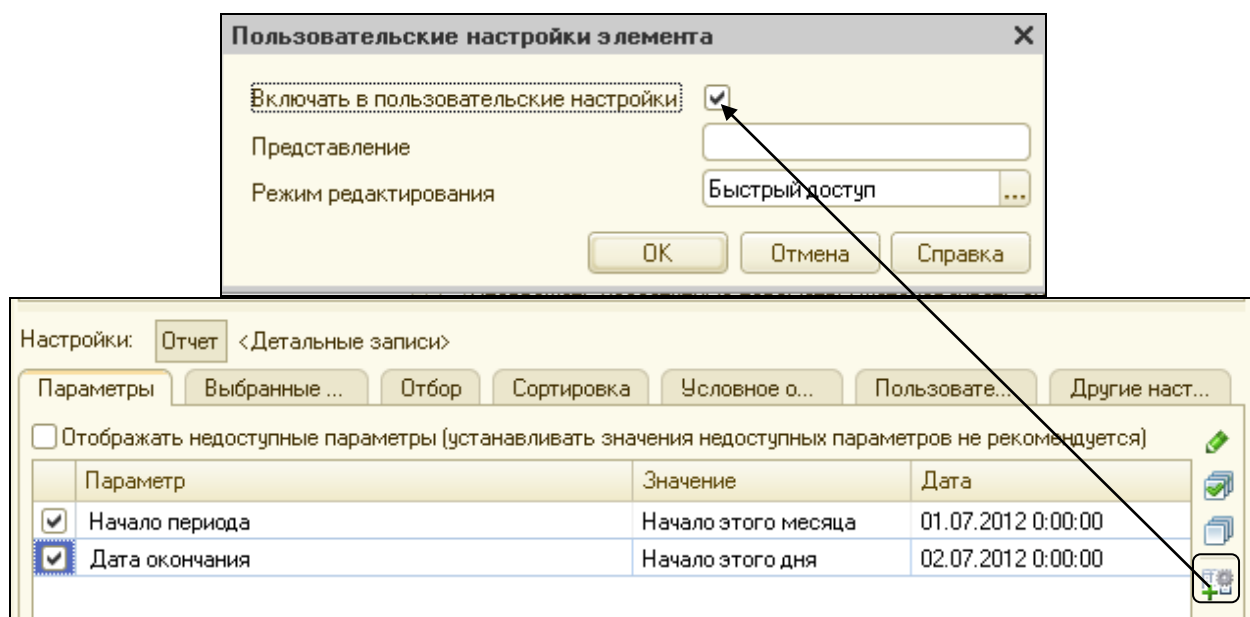

Рисунок 4.24 Пользовательские настройки элемента
19. Включим в состав пользовательских настроек поля **Начало периода** и **Дата окончания**. Эти настройки должны находиться в форме отчета, для того чтобы пользователь самостоятельно мог настраивать период. Открыть закладку **Параметры**. Маркировать поля **Начало периода** и **Дата окончания**. Выделить первый параметр, нажать на кнопку **Пользовательские настройки элемента**. Маркировать поле **Включать пользовательские настройки**, нажать **ОК**, самостоятельно включите в пользовательские настройки второй параметр (рис. 4.24).